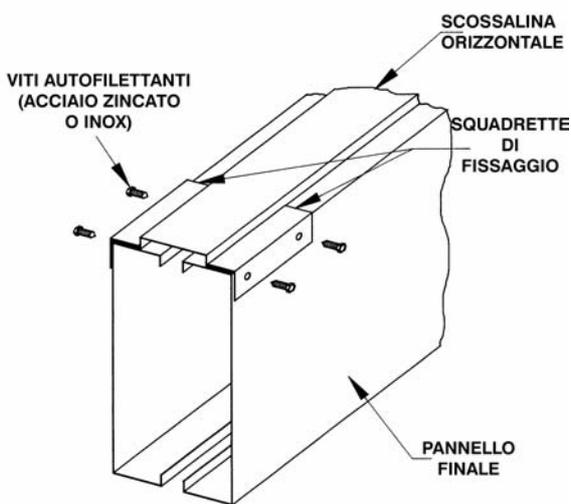

Figura 5 – Installazione scossalina orizzontale
8. Posizionare la scossalina sopra le flange di accoppiamento della sezione bacino e fissarla con viti autofilettanti da 8 mm. attraverso le squadrette sulla parte finale dei pannelli. Nel caso di unità in acciaio inossidabile, utilizzare viti inox da 6 mm. con dadi in ottone, attraverso le squadrette sulla parte finale del pannello (Vedi Figura 5).